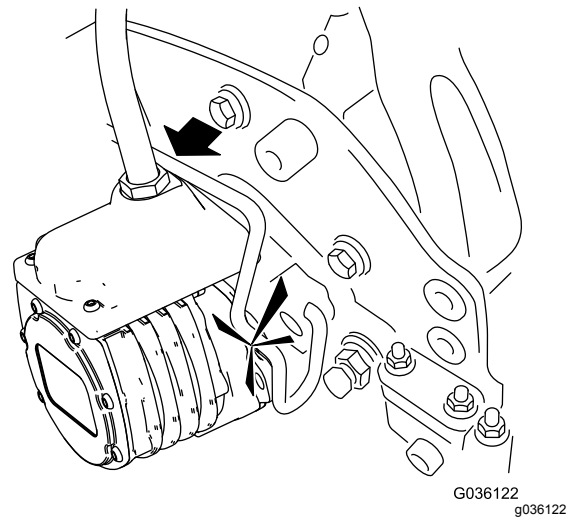

图55
6. 在滚刀组马达的花键轴上涂抹干净的润滑脂图55。
7. 将马达插入滚刀组左侧从操作员的位置看并将滚刀组上的马达固定架拉向马达直到听见马达两侧发出“咔哒”的声音图55。